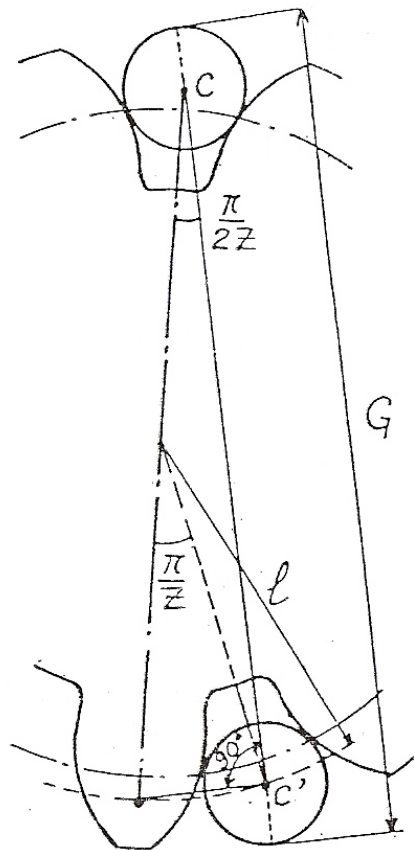

Figura 4: Número ímpar de dentes:  $G = 2 \cdot l \cdot \cos\left(\frac{\pi}{2 \cdot z}\right) + a$  [2].
Para determinar a cota de controlo  $G$  (ver Figura 4) para uma roda dentada de número de dentes par, é necessário resolver o sistema de equações (9).